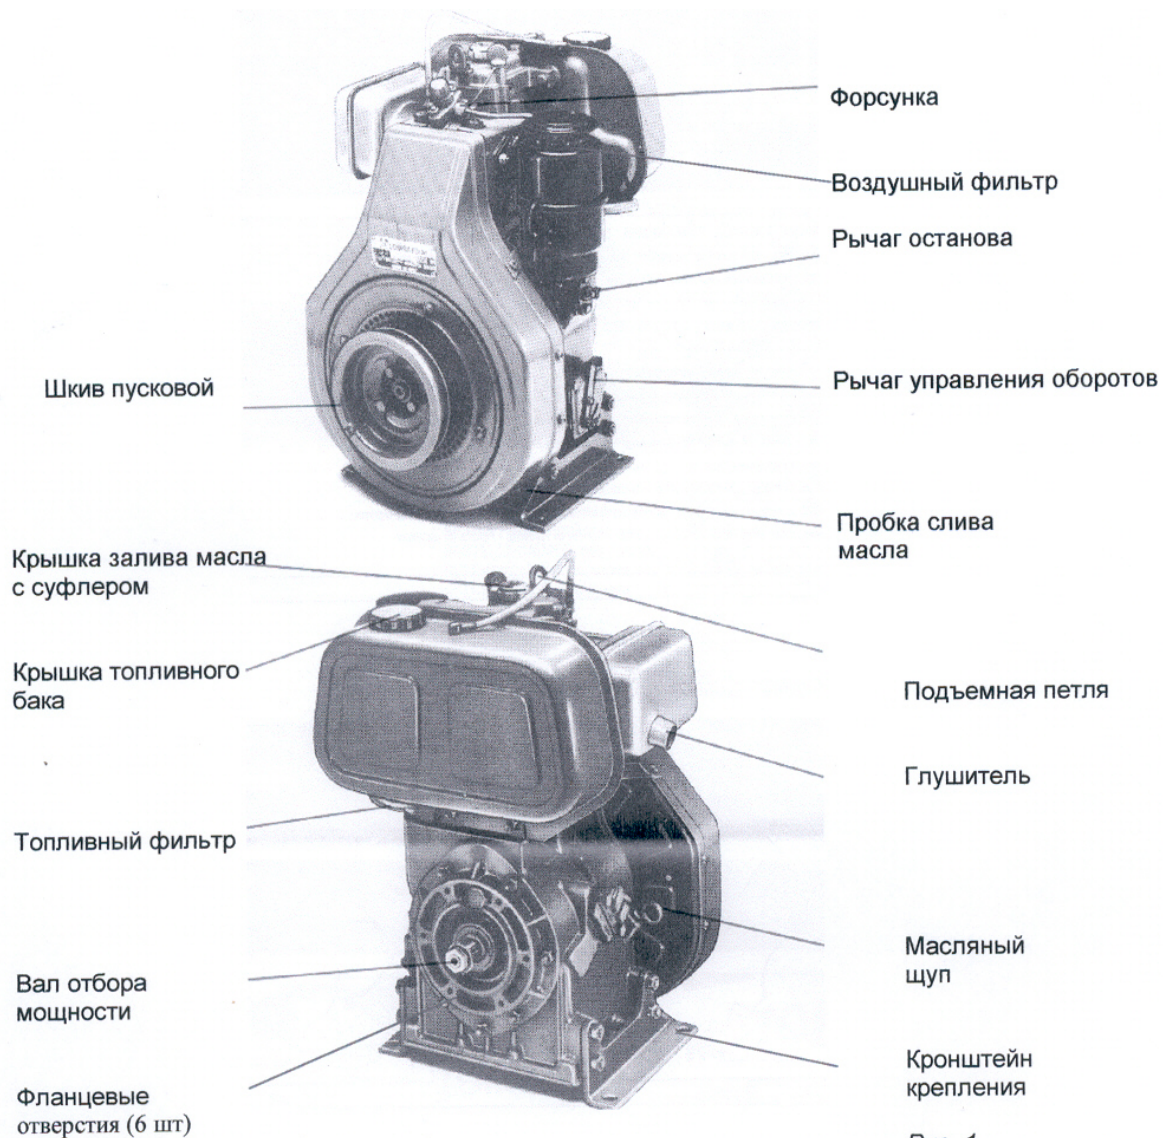
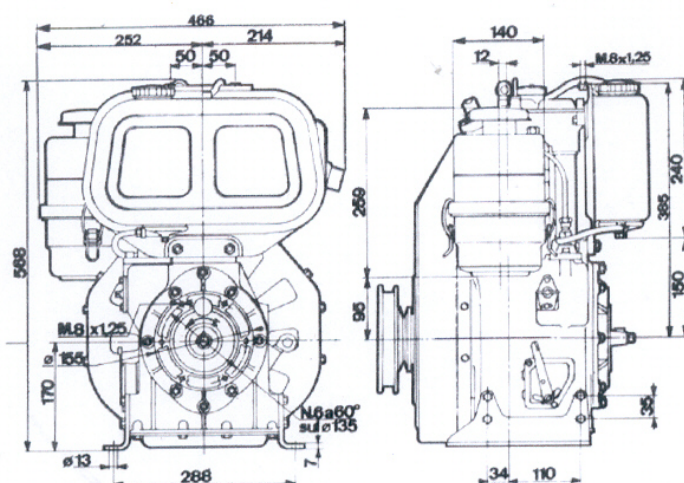

Рис. 1
Рис. 2
- Крепление двигателя на изделие, являющееся потребителем мощности, производится за кронштейны к раме изделия (рис. 1). Предусмотрено также фланцевое крепление двигателя за шесть резьбовых отверстий на передней крышке с центровкой по цилиндрическому пояску. Установочные размеры показаны на рис. 2.
- Управление двигателем осуществляется рычагом управления оборотов и рычагом останова (рис. 1).